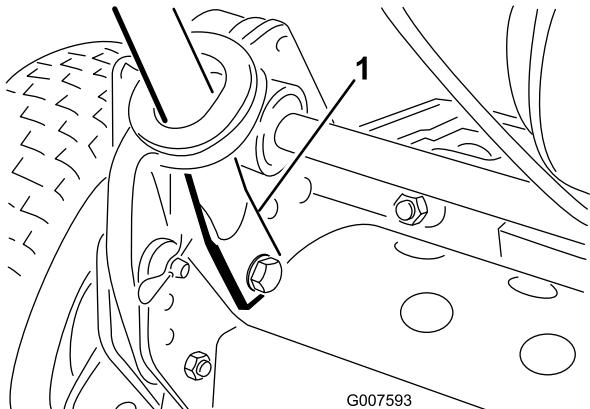

図3
- ハンドルの端を内側にたわめながら、取り付けピンに通す(図3)。
- 先ほど外したボルトとワッシャとロック・ワッシャを使って、ハンドルの端部を取り付けピンに固定する(図3)。
- 先ほど外したボルトとロック・ワッシャを使って、ハンドル・アームの下部を機体の左右に固定する(図3)。ハンドル・アームの取り付け穴にブッシュを入れるのを忘れないこと。
- 先ほど取り外したヘアピン・コッターとリング・ピンを使ってハンドル・アームをフレームに固定する(図3)。